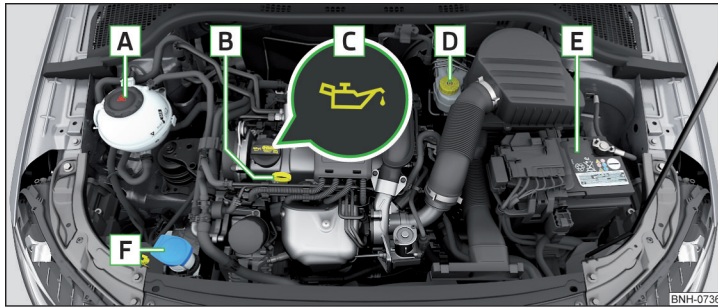

Abb. 232 Anordnungsbeispiel im Motorraum
- Den Deckel der Motoröleinfüllöffnung **C** abschrauben » Abb. 232 auf Seite 208.